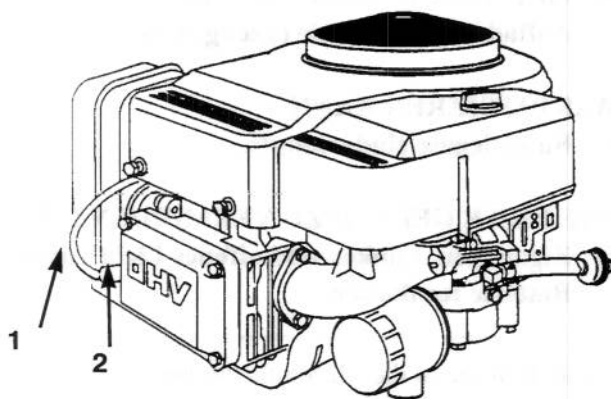

Bild 23
3. Den/die Zündkerzenstecker abziehen (Bild 23). Jetzt den Bereich um die Kerze reinigen, um Eindringen von Schmutz in den Motor und möglichen Motorschäden vorzubeugen.
3. Den Zündkerzenstecker aufschieben (Bild 23).